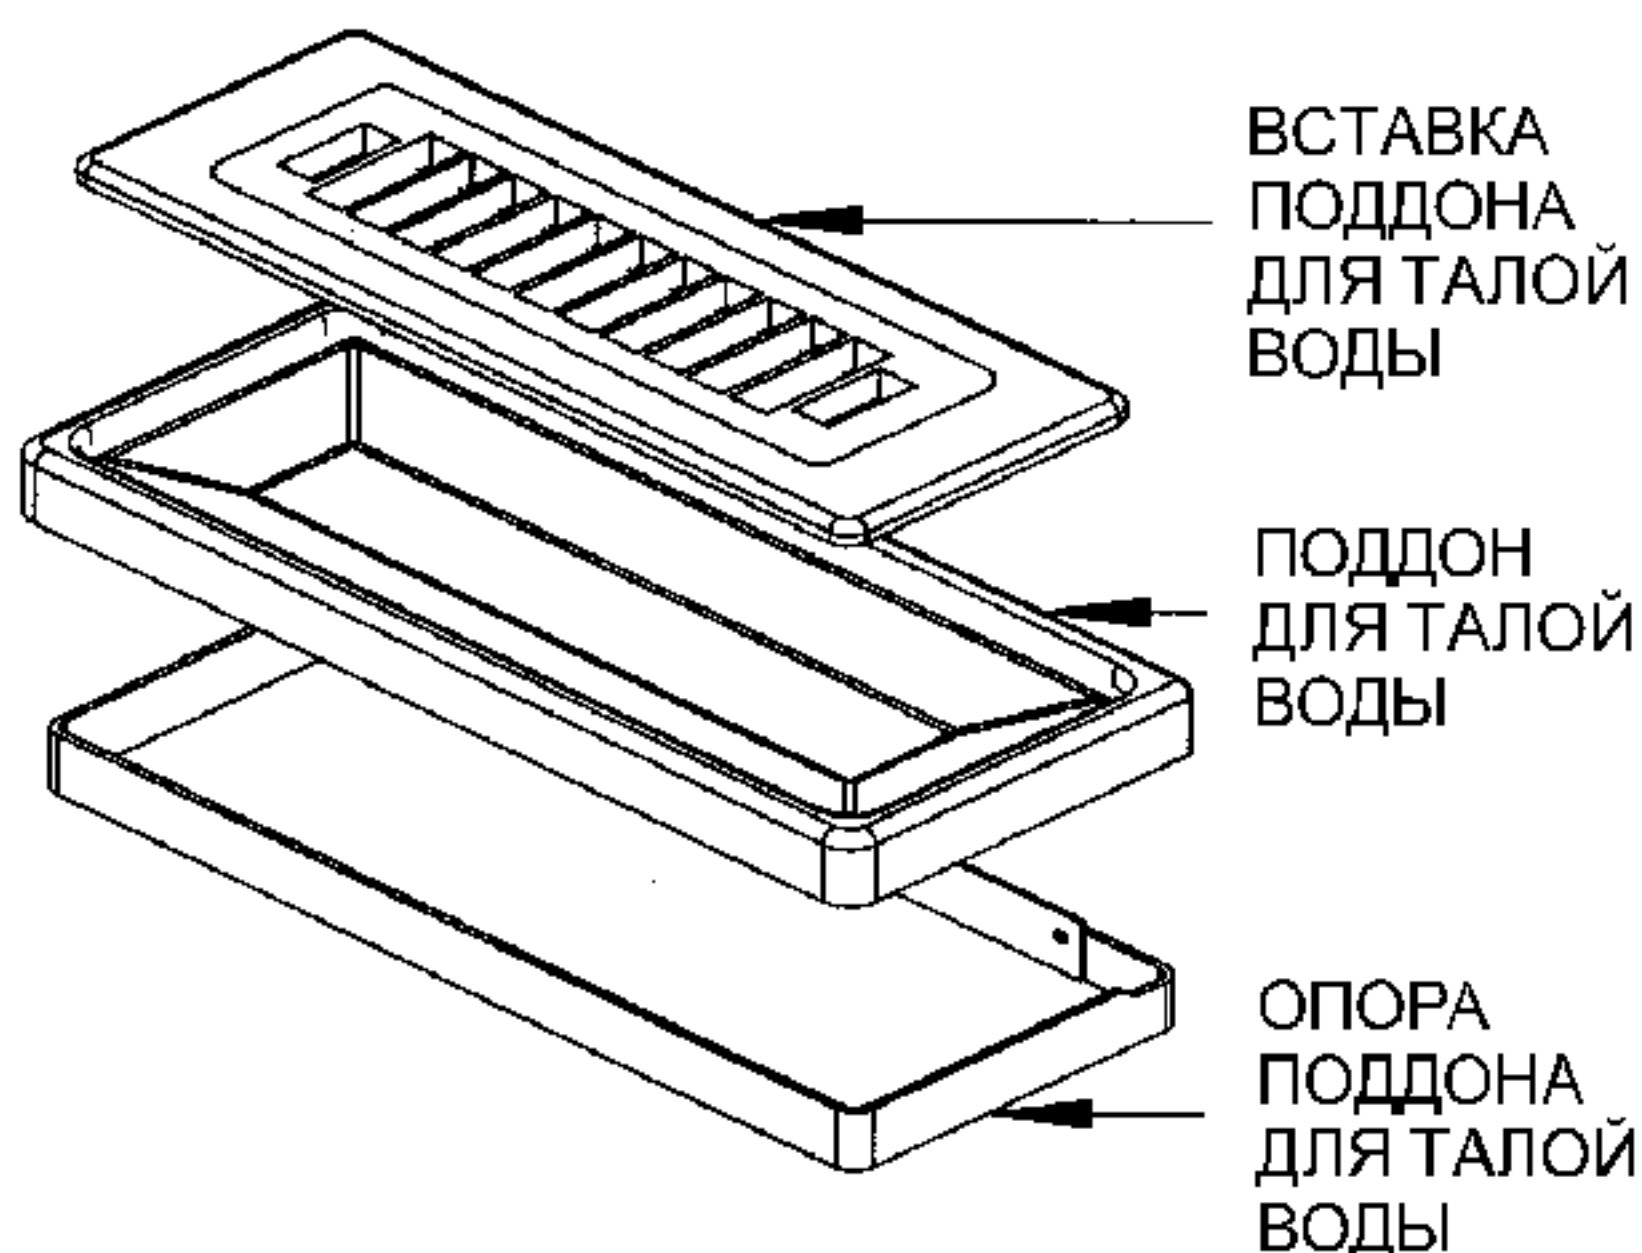

Рис. 11. Поддон для талой воды
8. Удалите крышку с ванны для смеси (см. изображение в разобранном виде), поддон для талой воды и вставку поддона для талой воды (рис. 11).
11. После того как вы тщательно помоете детали в моющем растворе, прополощите их водой для ополаскивания. Поместите детали в дезинфицирующий раствор на пять (5) минут, а затем просушите их на воздухе, чтобы подготовить их к сборке и смазке. **НЕ ВЫТИРАЙТЕ** их.